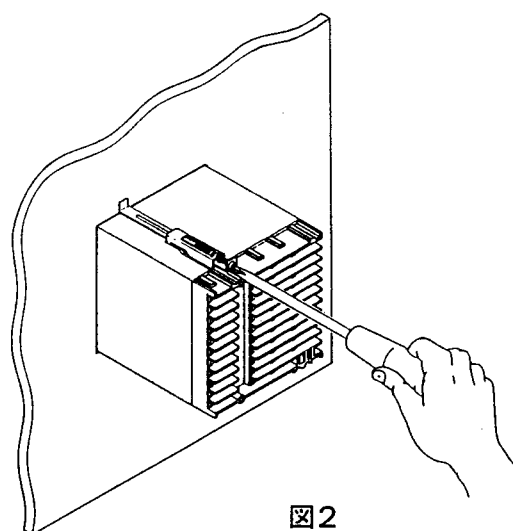

図2
- ④取付金具押さえねじを取付金具のうしろから(+)ドライバーで締め付けて終了です。(図2)